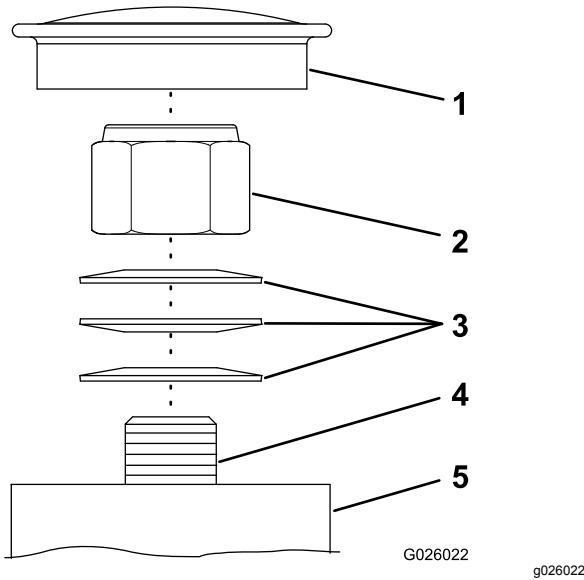

Figure 53
**Remarque:** Si vous démontez les roulements d'axe des roues pivotantes, veillez à monter les rondelles élastiques comme montré à la Figure 53.
1. Déposez le couvre-moyeu du moyeu de la roue pivotante (Figure 53).
2. Serrez le contre-écrou dans le sens horaire jusqu'à ce que les rondelles élastiques soient aplatis (Figure 53).
3. Tournez alors le contre-écrou de un quart de tour dans le sens antihoraire (Figure 53).
4. Reposez le couvre-moyeu (Figure 53).